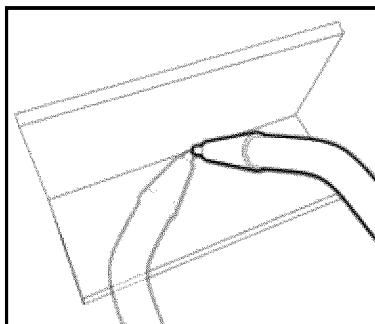

Fig. 10b
2. El ángulo B (Fig. 10b) es el ángulo formado por el soplete en relación con la dirección de su recorrido. Variar este ángulo puede ayudar al operador a ver el arco y la posición del cordón de soldadura. Además, aumenta o reduce la penetración. Rotar la punta de contacto y la boquilla en la dirección de su recorrido ayuda a reducir la penetración al desviar la fuerza del arco. Rotar la punta de contacto y la boquilla en la dirección opuesta a la de su recorrido aumenta la penetración al dirigir la fuerza del arco al baño de fusión de la soldadura.